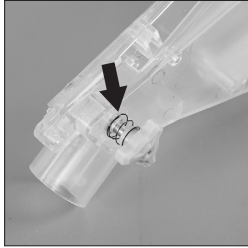

Abb. 20
- Die Wachen Paßstift sollte in der oberen Kante des Spaltkeils bearbeitet durch das Loch positioniert werden (**Abb. 20**).